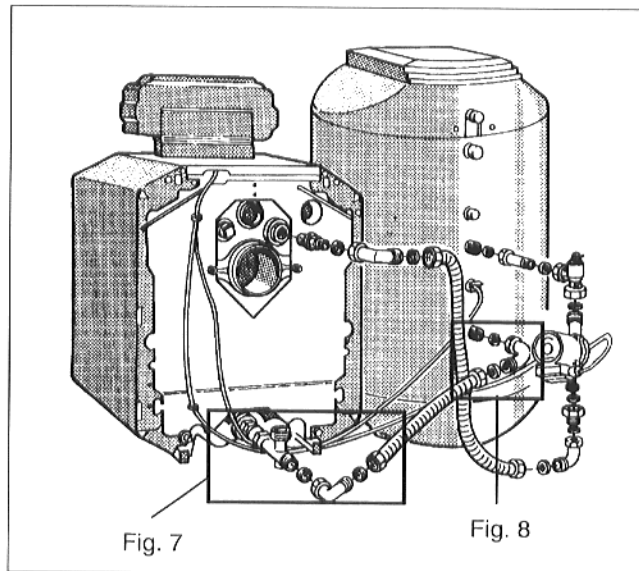

Fig. 6
- Placer le joint plat dans l'écrou-raccord de l'un des coudes et visser celui-ci à la sortie arrière de la pièce de raccordement (livrée avec la chaudière) du retour chaudière (fig. 6 et 7).
- Placer le joint plat dans l'écrou-raccord du tuyau en métal ondulé (tuyau le plus court) et visser l'écrou-raccord au coude précédemment raccordé à la pièce de raccordement du retour chaudière (fig. 6 et 7).
- Placer le joint plat dans l'écrou-raccord du dernier coude et visser le coude au retour préparateur (fig. 6 et 8).
- Placer le joint plat dans le deuxième écrou-raccord du tuyau en métal ondulé et visser le tuyau en métal ondulé au coude (fig. 6 et 8).